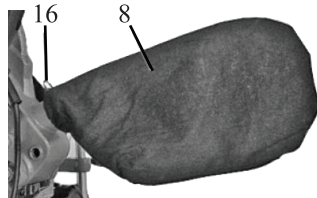

Fig.3
9.3 Montarea sacului de colectare a prafului (Fig.3)